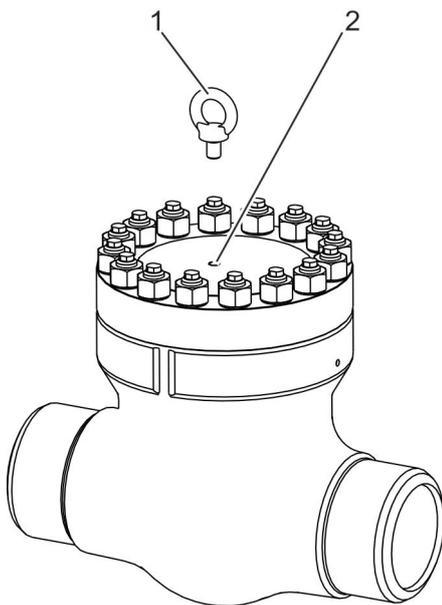

Abb. 12: Ringschraube montieren
1. ➤ Mitgelieferte Ringschraube (Abb. 12/1) in die Gewindeöffnung (Abb. 12/2) im Gehäusedeckel einschrauben.
2. ➤ Sicherstellen, dass Gewinde der Ringschraube (Abb. 12/1) vollständig in den Gehäusedeckel eingeschraubt ist.
3. ➤ Ringschraube (Abb. 12/1) mit geeigneten Anschlagmitteln am Hebezeug befestigen.